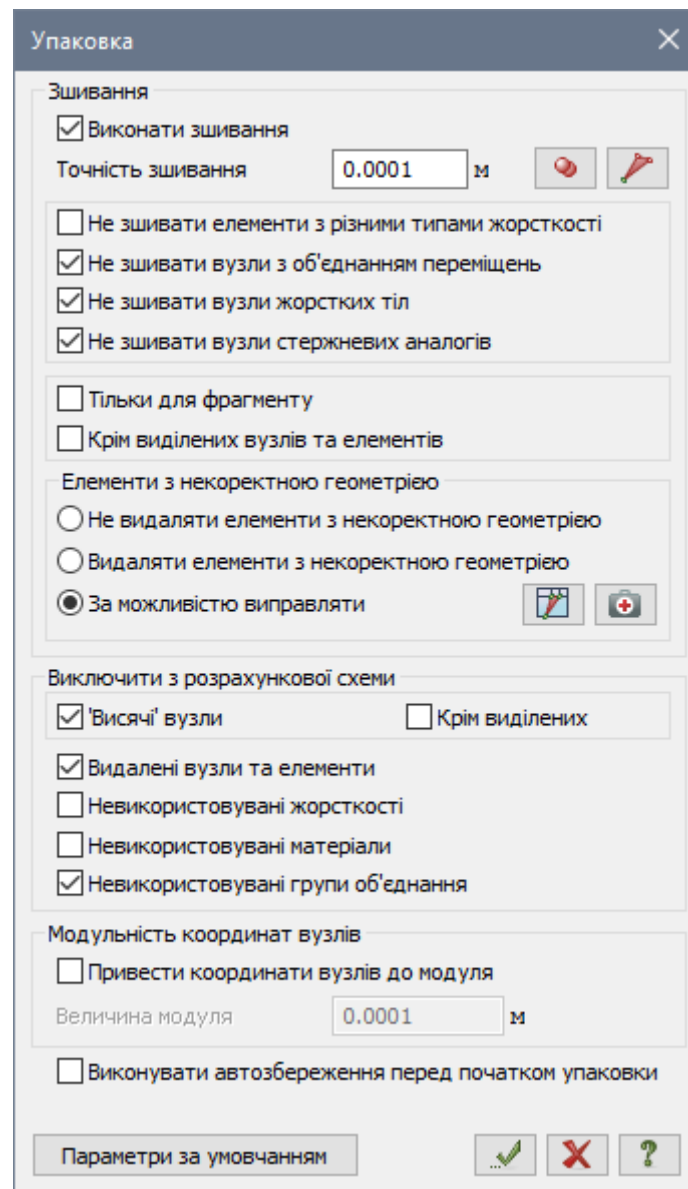

Рис. 12.9. Діалогове вікно Упаковка
- Натиснувши на кнопку  – **Упаковка схеми** (панель **Редагування** на вкладці **Створення та редагування**) відкрийте діалогове вікно **Упаковка** (рис. 12.9).